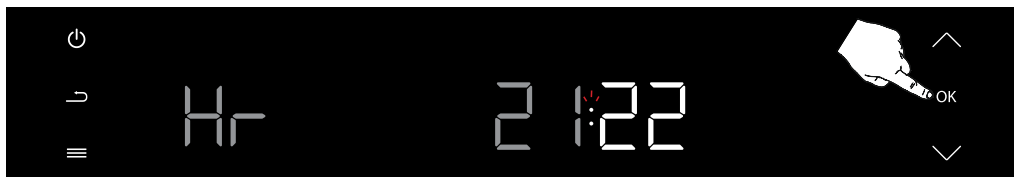

Abbildung 111
Drücken Sie einmal die Bestätigungstaste (OK), um die gewählte Zeit zu bestätigen. (siehe Abbildung 111)